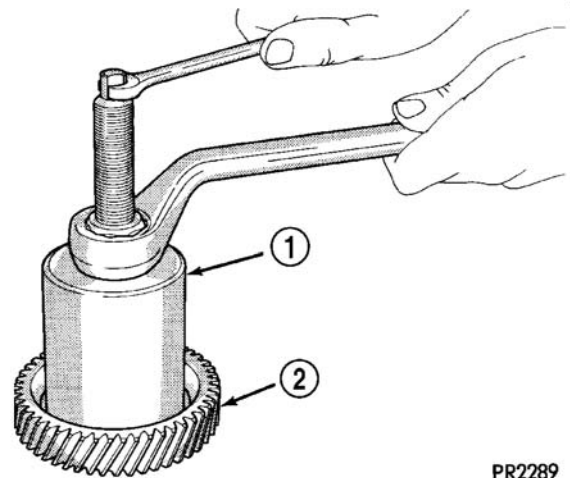

图 246 拆下输出齿轮轴承内圈
(8) 用工具 L-4406-1 和适配器 L-4406-2 拆下输出轴齿轮轴承内圈 (图 246)。